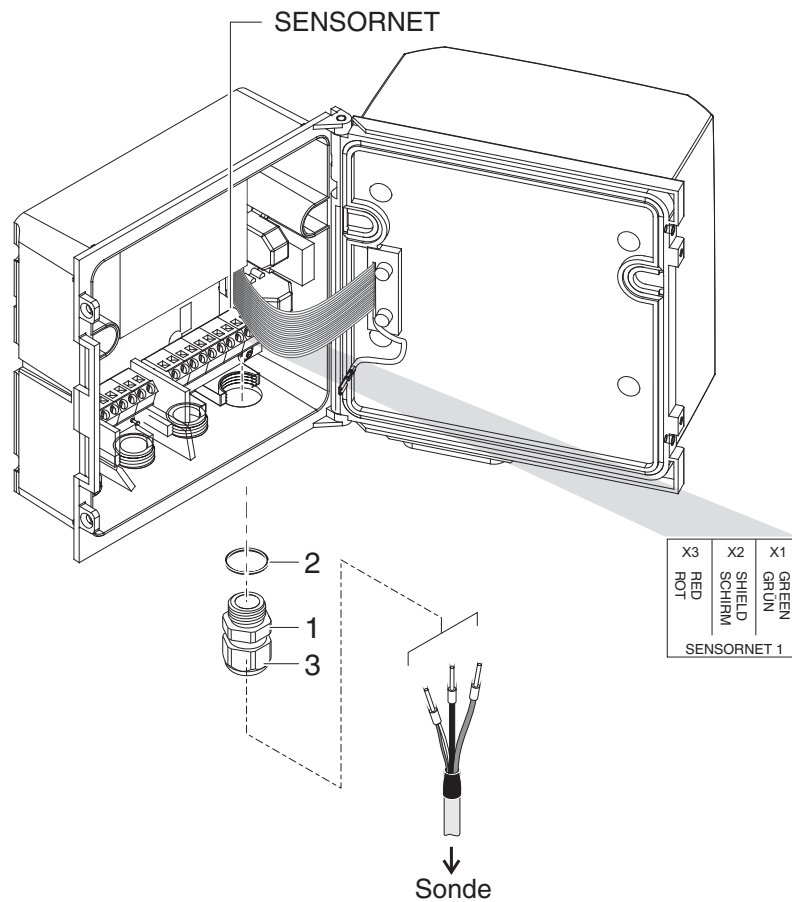

figure 3-1 Raccordement du câble (exemple DIQ/S 281-CR2)
- 2 Sur la position de la connexion SENSORNET (voir étiquette adhésive dans le fond du boîtier), visser dans le boîtier le passe-câbles à vis (n° 029 212, pos. 1 de la figure 3-1) avec le joint (pos. 2).
- 3 Desserrer l'écrou de serrage (pos. 3 sur figure 3-1).
- 6 Serrer l'écrou de serrage (pos. 3 sur figure 3-1).